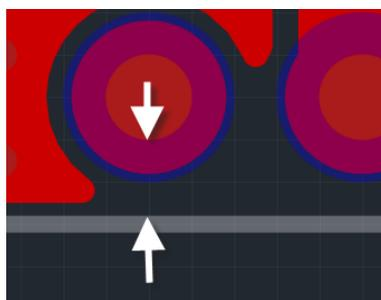

Рис. 195. Зазор между любым отверстием и границей платы
- Любым отверстием и границей платы, см. Рис. 195, обозначается как «Отв. к краю». Зазор определяет размер области на границе платы, в которой запрещается располагать любой элемент какого-либо отверстия.